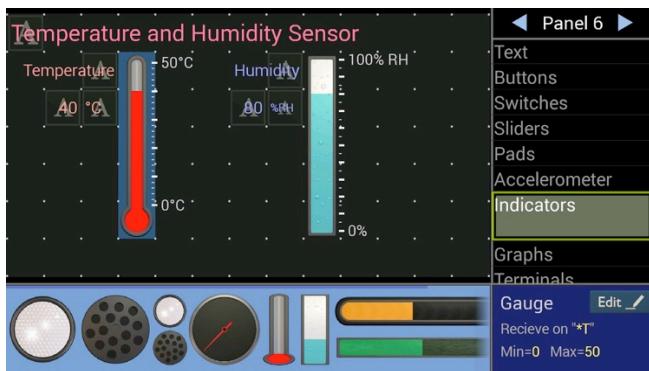

Figura 2 – Schermata di editing di un pannello.
- Creazione o modifica di un pannello (Figura 2): una volta selezionato un pannello, premendo *"Edit"* è possibile modificarne la struttura e il funzionamento, oppure crearne uno nuovo. Nella finestra di editing sulla destra c'è la lista degli oggetti inseribili nel pannello; ad esempio, selezionando *"Indicators"* compaiono in basso tutti i possibili indicatori, ottici o acustici, che possono essere trascinati nel campo di lavoro per costruire il pannello. In basso a destra sono evidenziate le principali caratteristiche dell'oggetto selezionato; premendo *"Edit"* si possono modificare le caratteristiche dell'oggetto: fondo scala, numero delle divisioni, *Receive Character*, ecc.
- Comunicazione Arduino - Smartphone: ogni oggetto ha i suoi caratteri chiave per la comunicazione dei parametri. Ad esempio, per rappresentare il valore 40 sull'indicatore (*Gauge*) della temperatura in Figura 2, Arduino deve inviare la stringa **T40**, dove il carattere *'T'* (*Receive Character*) è modificabile nella finestra *"Edit"*. Per la scrittura delle istruzioni dello sketch, si vedano nella finestra *"Edit"* di ogni oggetto inserito nel pannello le relative regole di comunicazione.